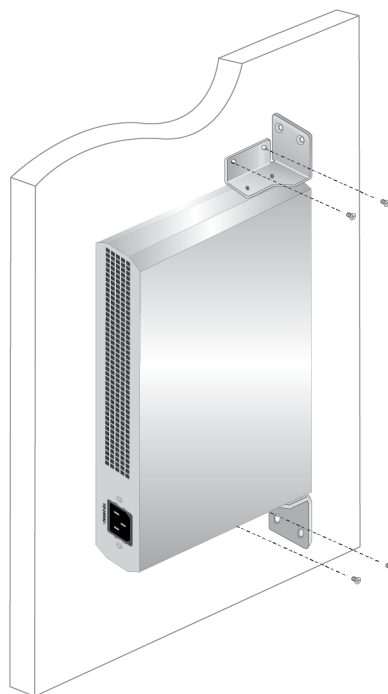

Рисунок 20. Крепление винтами через отверстия
8. Приложите коммутатор к стене и закрепите его винтами, пропустив их через отверстия в кронштейнах. См. рис. 20.